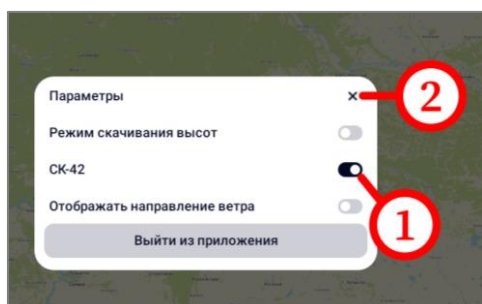

Рисунок 35 – Параметры
- на открывшейся форме нажать на тумблер параметра «СК-42» (рисунок 35, шаг 1);
- закрыть форму нажатием кнопки  (рисунок 35, шаг 2);